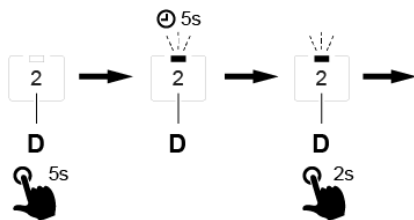

Fig. 3
- For at omprogrammere driftstilstanden til variant 2 skal du holde knap D nede i fem sekunder. Se Fig. 3. Slip knappen, når LED-lampen begynder at blinke.